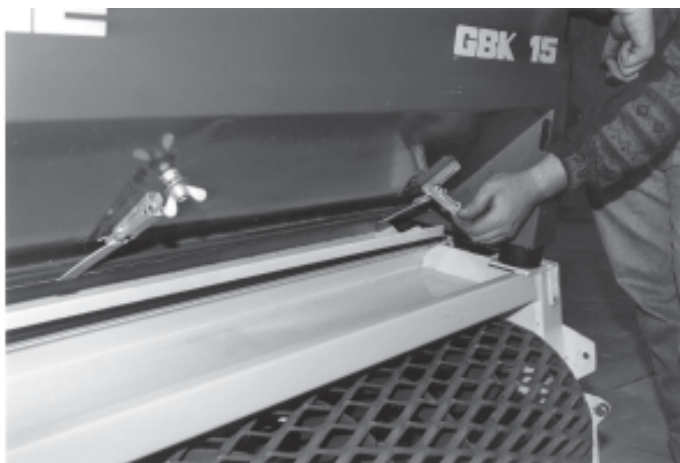
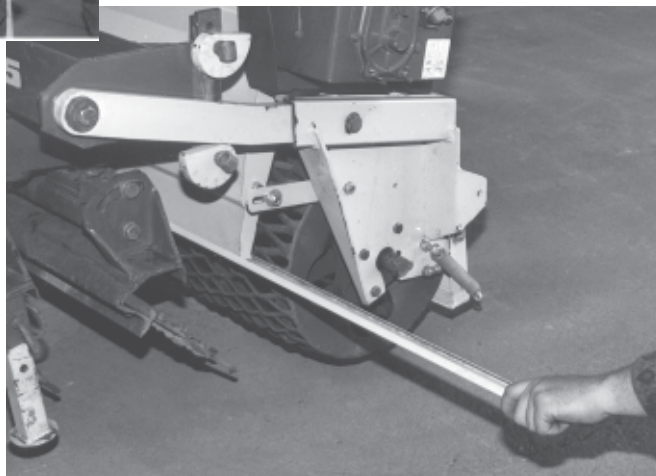

fig. 13
fig. 14
- ouvrir les verrous de la tôle de fond (fig. 13) et la faire pivoter vers le bas. La semence s'écoule dans la goulotte puis dans le sac au fur et à mesure que l'on retire la glissière de la goulotte (fig. 14),